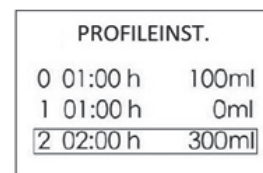

Abb. 41: Einstellungen der Infusionsprogramme
- Die Pumpe wird alle Programme durchlaufen und danach wieder mit dem ersten Programm beginnen. (Abb. 41) Der Infusionszyklus wird solange wiederholt, bis das Programm manuell gestoppt oder die automatische Wiederholung deaktiviert wird. Um die automatische Wiederholung zu deaktivieren, drücken Sie einfach die **CYCLE** -Taste erneut. Das „C“ wird nicht mehr angezeigt und die Programmausführung endet wieder beim letzten Programm.